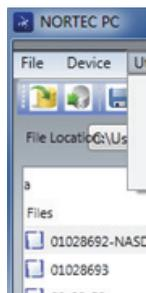
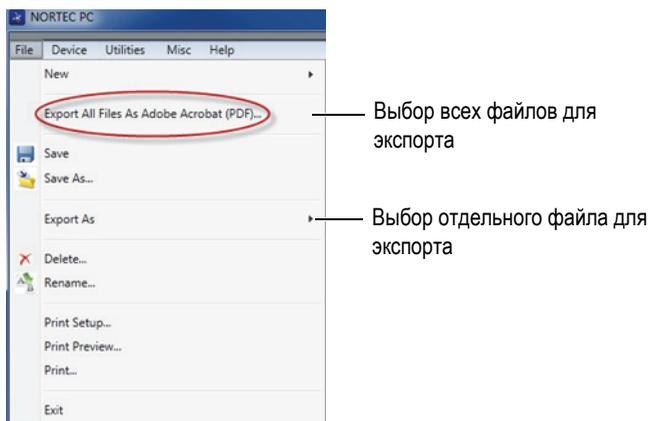

Рис. 6-14 Файлы на левой панели окна NORTEC PC
Рис. 6-15 Меню File (Файл)
- ◆ На левой панели окна NORTEC PC выберите файл (см. Рис. 6-14 на стр. 328), затем выберите **Export As > PDF** [Экспортировать как > PDF] (см. Рис. 6-15 на стр. 328).
- ◆ В меню **File** (Файл) дефектоскопа NORTEC PC выберите команду **Export All Files As Adobe Acrobat (PDF)** [см. Рис. 6-15 на стр. 328].